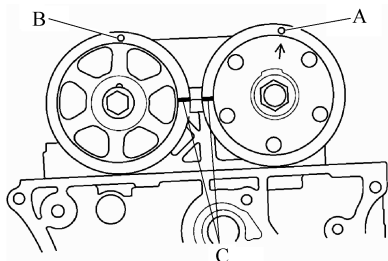

图 2-92 设置凸轮轴于 TDC 位置
2) 将凸轮轴置于上止点(TDC)位置。可调气门正时控制(VTC)执行器上的冲印标记(A)和排气门凸轮轴链轮上的冲印标记(B)应位于顶部。将VTC执行器上的TDC标记(C)和排气门凸轮轴链轮上的TDC标记(C)对齐,见图2-92。